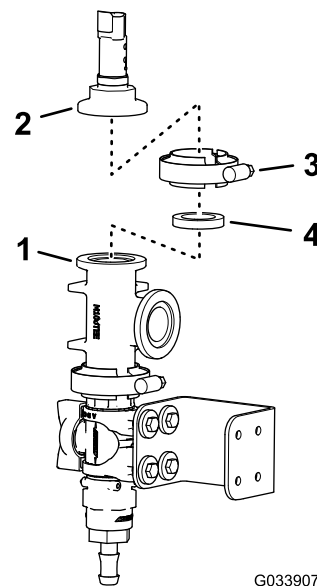

図 30
6. 図 30 のように、水圧トランスデューサのフランジを、T 字フィッティングのフランジに合わせる。
7. ガスケットとフランジ付きクランプを使って、水圧トランスデューサを T 字フィッティングに組み付け、クランプを手締めする 図 30。